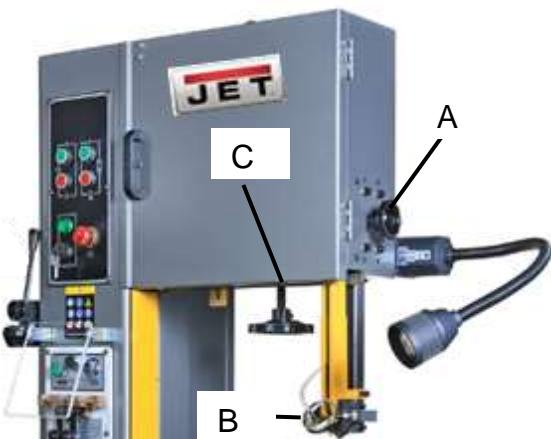

Рис. 6.
- Поднимите верхнюю направляющую пильного полотна, ослабив ручку фиксации (A, Рис. 6) и установив рукоятку (B, Рис. 6) в крайнее верхнее положение.
- Чтобы увеличить натяжение полотна, поворачивайте маховик (С, Рис. 6) по часовой стрелке. Чтобы ослабить натяжение полотна, поворачивайте маховик против часовой стрелки.